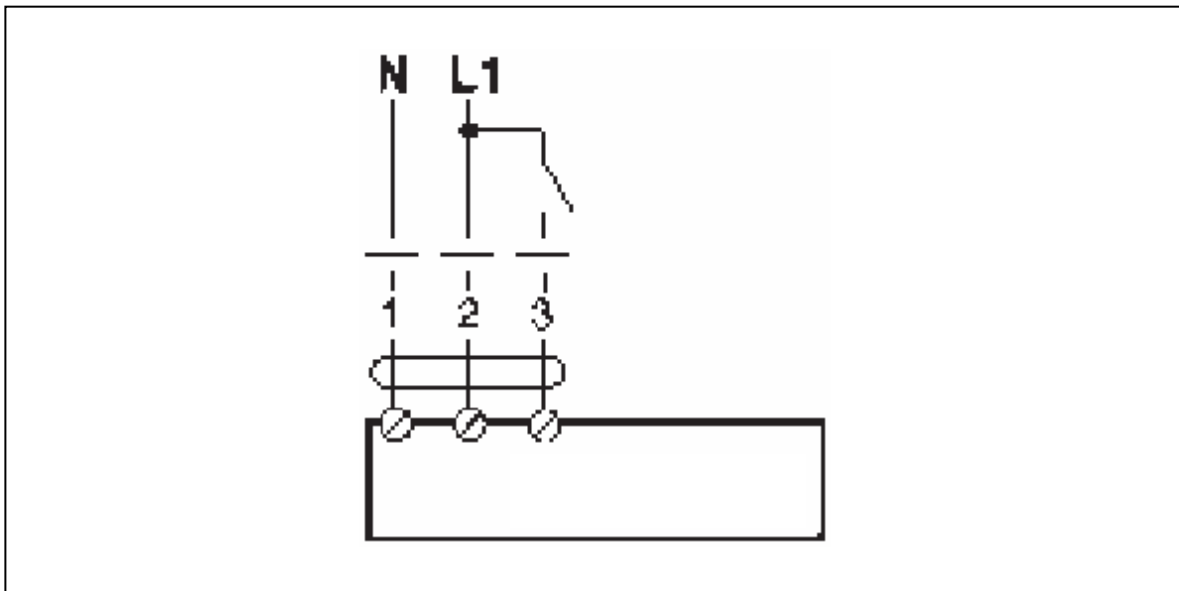

Рис. 1 Схемы электрических подключений приводов BELIMO.
- заслонка устанавливается между фланцами без трудности и без повреждений футеровки (см. рис. 1). Если расстояние между фланцами недостаточное, дополнительно используйте фланцевую распорку;